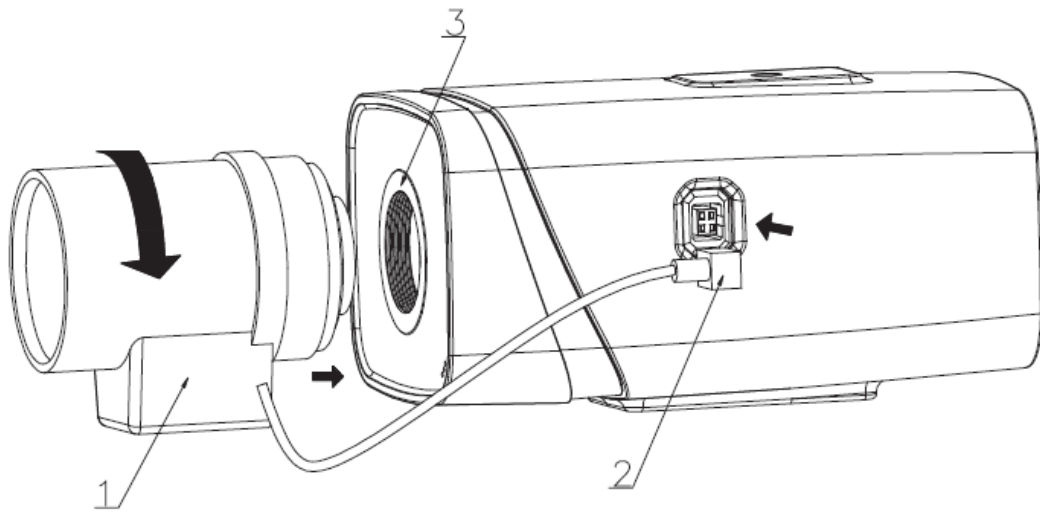
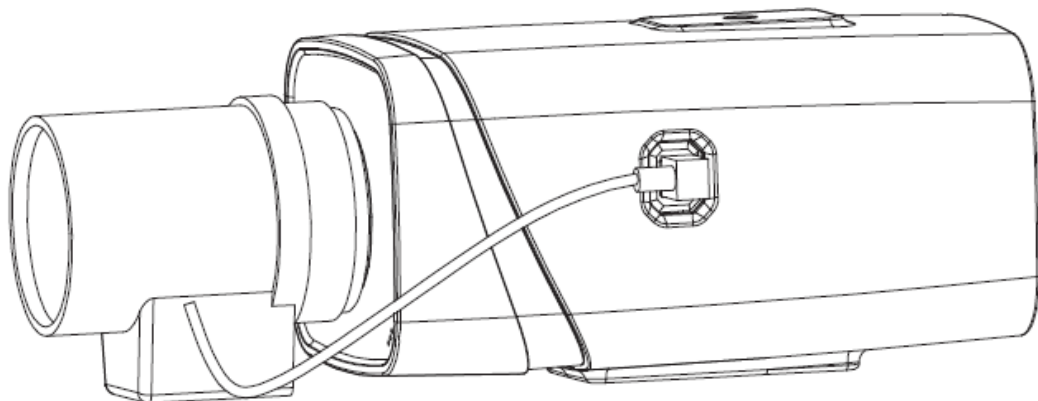

Рисунок 5.2 – Присоединение объектива
Рисунок 5.3 – Подключение кабеля объектива
2. Поверните объектив по часовой стрелке для надежного закрепления (Рисунок 5.2).
3. Вставьте разъем кабеля объектива в разъем АРД (автоматическая регулировка диафрагмы) на боковой панели устройства (Рисунок 5.2 и Рисунок 5.3).